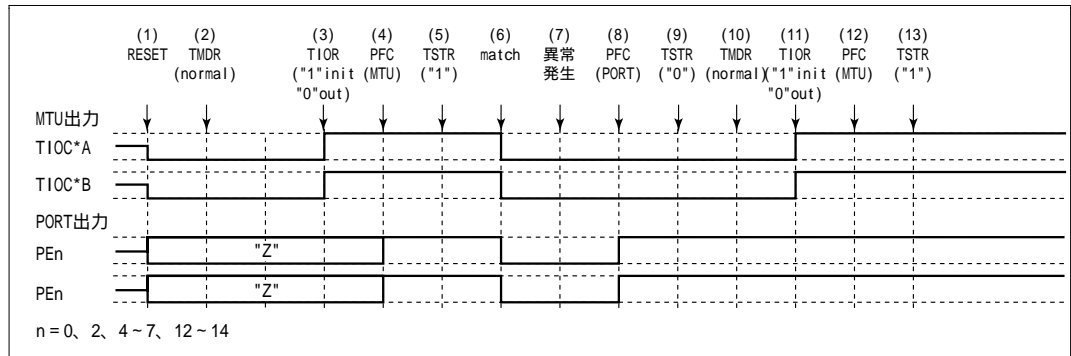

図 8.49 ノーマルモードで異常が発生し、ノーマルモードで復帰する場合
ノーマルモードで異常が発生し、再設定後ノーマルモードで再スタートする場合の説明図を図 8.49 に示します。
(1) ~ (9) は図 8.49 と共通です。
(10) PWM モード 1 を設定します。
(11) TIOR で端子を初期化してください (PWM モード 1 では TIOC*B 側は初期化されません。初期化したい場合はノーマルモードで初期化した後、PWM モード 1 に遷移してください)。
(12) PFC で MTU 出力としてください。
(13) TSTR で再スタートします。
- (1) ~ (9) は図 8.49 と共通です。
- (10) PWM モード2 を設定します。
- (11) TIOR で端子を初期化してください(PWM モード2 では周期レジスタの端子は初期化されません。初期化したい場合にはノーマルモードで初期化した後 PWM モード2 に遷移してください)。
- (12) PFC で MTU 出力としてください。
- (13) TSTR で再スタートします。